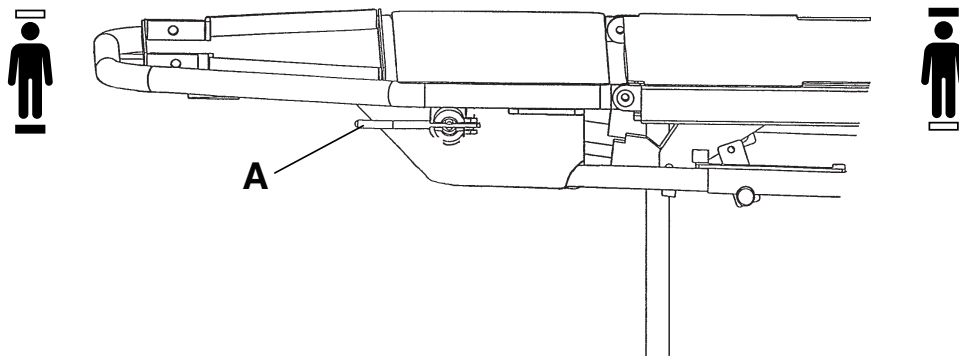

Figura 6 – Posizionamento della maniglia rossa in modalità (sedia) dipendente
Per mettere la sezione piedi in modalità (sedia) dipendente, ruotare la maniglia rossa (A) situata a entrambi i lati della sezione piedi, verso il lato testa del prodotto (Figura 6).
Per mettere la sezione piedi in modalità indipendente, ruotare la maniglia rossa (A), situata a entrambi i lati della sezione piedi, verso il lato piedi del prodotto (Figura 6).